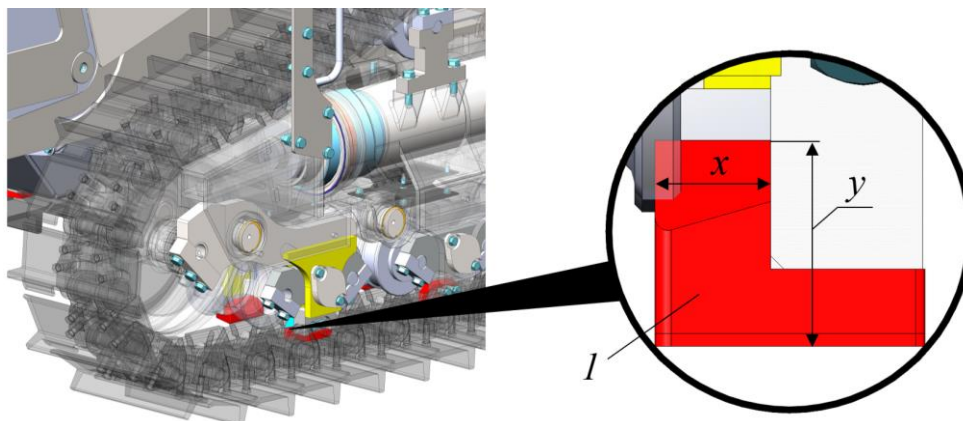

Рисунок 5.154. Элемент защиты от схода гусениц
- Измерить величину x и y (см. рис. 5.154), если измеренная превышает предельно-допустимые значения (см. табл. ниже), заменить изношенный элемент.